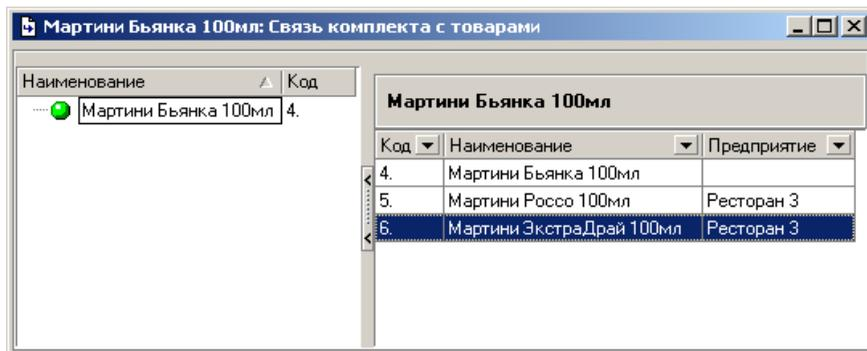

Рис. 128
*Связи комплектов с товарами* – вывод списка товаров, с которыми связан комплект (см. Рис. 128).